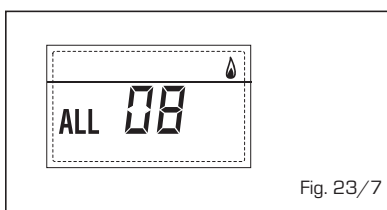

Fig. 23/7
- ANOMALÍA CIRCULACIÓN AGUA "ALL 09" (fig. 23/8)